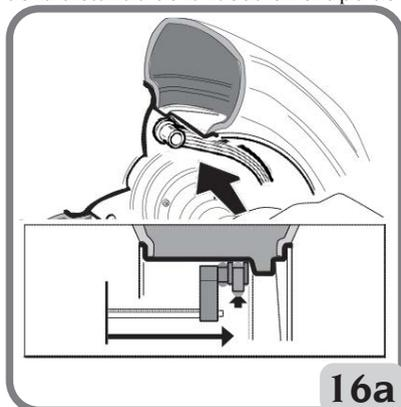

Fig.16a: Adquisición manual de la distancia del plano externo en los Tipos de programa ALU 2P e ALU IP
- Llevar el extremo del brazo automático de medición a nivel del plano escogido para la aplicación del peso externo (fig. 16a), de forma análoga a lo descrito anteriormente para el flanco interno.